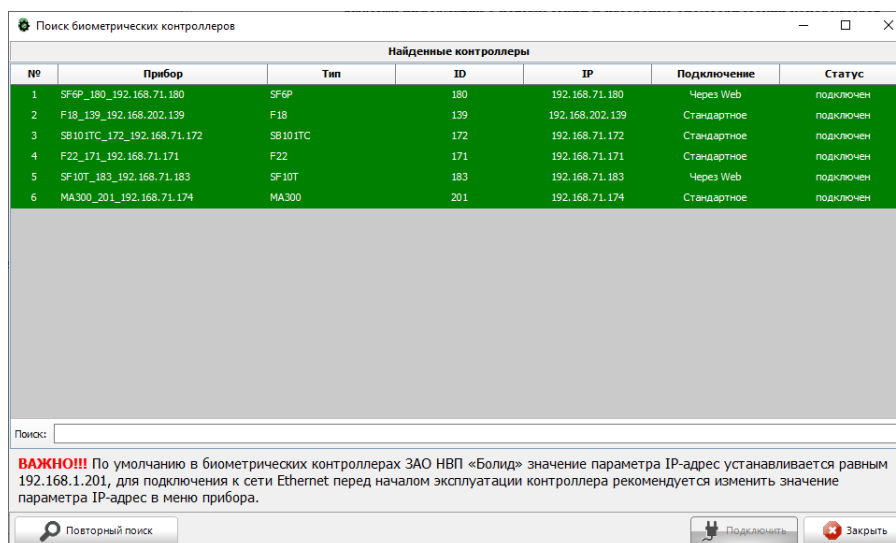

Рис. 20
- 2 В открывшемся окне будут отображены результаты поиска, с указанием (рис. 20):